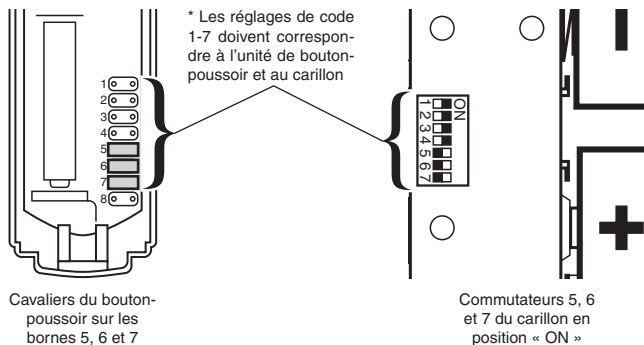

Figure 9 - Intérieur du bouton-poussoir et du carillon
- Assurez-vous que les codes de l'unité de bouton-poussoir et du carillon sont identiques (voir Figure 9).
1. Ouvrez le boîtier du bouton-poussoir et du carillon, puis localisez les cavaliers dans le bouton-poussoir et les commutateurs dans le carillon (voir Figure 9).
*Remarque :* À l'usine, les cavaliers sont installés aux positions 5, 6 et 7 dans le bouton-poussoir tandis que les commutateurs 5, 6 et 7 sont placés en position « ON » dans le carillon (voir Figure 9).